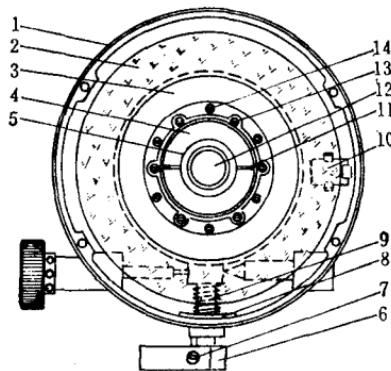
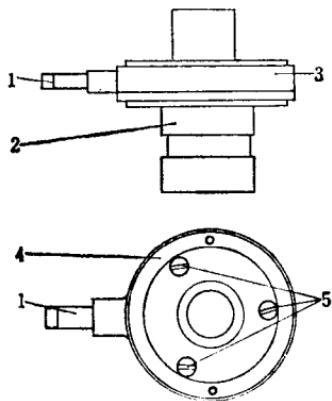

图 1-8 照准部轴套和水平度盘机构图
图 1-10 竖轴轴套和制动
1) 为了便利以下的拆卸工作，要把水平度盘连盒装在基座(图1-2C之24)上。撬去照准部轴轴套(图1-8之5)
上端两个半圆形压环的连结钢丝圈(图1-8之11)，将两个半圆形压环(图1-8之4)取下，并取下压环下面的两个垫圈(其中一个垫圈是有弹性的，具有防止度盘上升或带动的作用)后，就可以握住水平度盘(图1-8之2)边缘轻轻地将度盘座取出。取出的度盘座如图1-9所示。水平度盘表面的十二个螺丝是度盘压环和度盘座连接在套轴上的固连螺丝，如无度盘偏心差校正设备时切不可拆动，以免引起度盘产生偏心差。
- 3) 旋松照准部制动螺旋扳手的紧固螺丝(图1-8之7)，将扳手(图1-8之6)取下，并旋去倒牙制动螺旋(图1-2C之16)。
4) 旋松扳手管制器的一个紧固螺丝(图1-2C之17)，将管制器旋下。此时，即可将整个竖轴从度盘盒内取出，并将防灰板(图1-8之8)和弹簧(图1-8之9)也取下。此项防灰板在安装时，应注意将距孔较短的一边放在下面，否则将使制动及微动架不能放平，从而引起竖轴旋转紧涩。图1-10所示为取出的竖轴轴套和制动及微动架的外形。
- 5) 用两脚扳手旋去制动及微动架压环(图1-10之4)，
将制动及微动环(图1-10之3)取出。